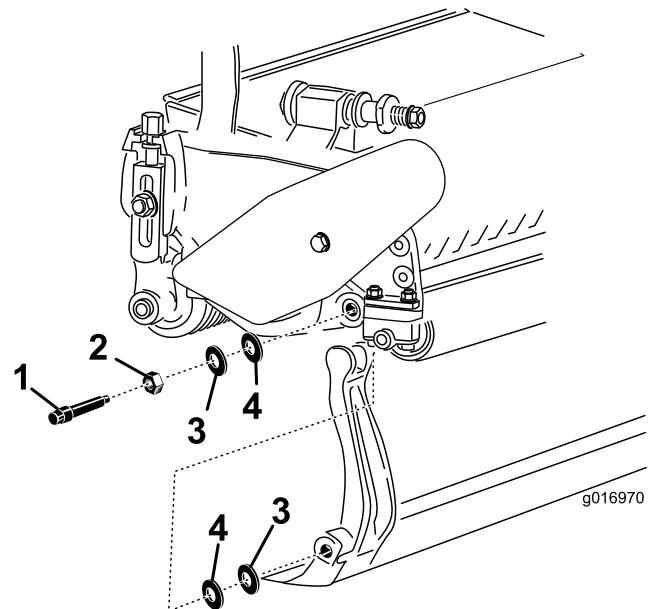

Figura 24
Guarde as duas anilhas de nylon e as duas anilha de aço prensado de cada uma das extremidades da barra de apoio (Figura 24).
3. Coloque uma arruela de nylon de cada lado da placa lateral. Coloque uma arruela de aço no exterior de cada uma das arruelas de nylon (Figura 24).